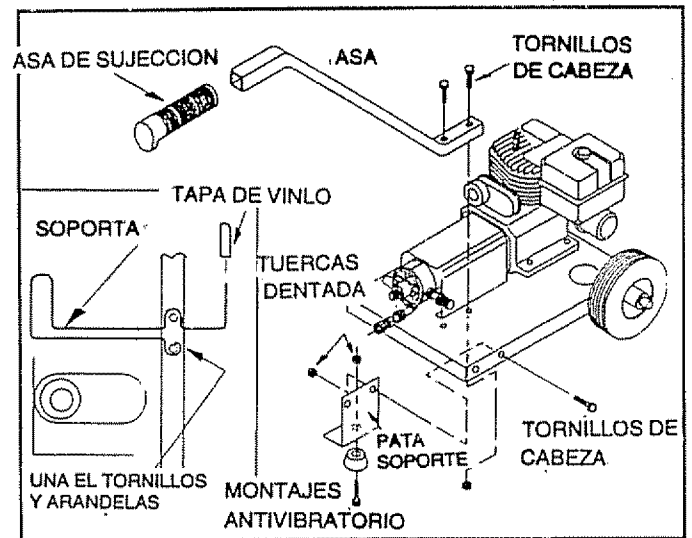

FIG. 2
- Unir las patas de soporte a la base como se muestra en la Fig. 2 con los tornillos de presión de cabeza hexagonal y las contratuercas dentadas.
- Coloque el asidero de la manilla en el asa guía y luego una el asa guía a la base como se muestra en la Fig. 2 con dos tornillos de presión de cabeza hexagonal de M8-1 25 x 40mm y dos contratuercas dentadas.